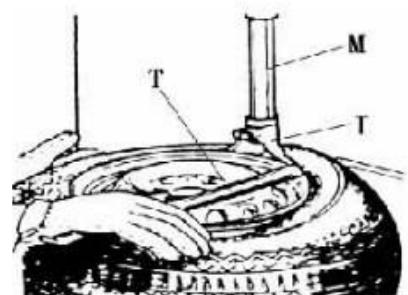

Figure 6
- Abaissez le bras vertical (M) jusqu'à ce que la tête de montage/démontage (I) repose près du bord de la jante.
- Insérez le levier de levage (T) entre le talon du pneu et la partie avant de la tête de montage/démontage (I), et déplacez le pneu au-dessus de la tête de montage/démontage, comme illustré en figure 6.